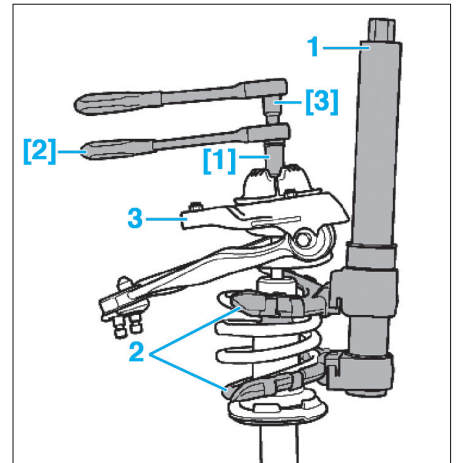

Fig. 10
- [1]. Outil de dépose de la coupelle supérieure de l'élément de suspension (réf Audi : T10001/3) (Fig.10),
- [2]. Outil de dépose de la coupelle supérieure de l'élément de suspension (réf Audi : T10001/11) (Fig.10)
- [3]. Outil de dépose de la coupelle supérieure de l'élément de suspension (réf Audi : T10001/7) (Fig.10).
- Compresseur de ressort universel (Fig.10).
- À l'aide d'un compresseur de ressort universel (1) muni de coupelles appropriées (2), comprimer le ressort jusqu'à ce que la coupelle supérieure (3) du ressort soit libre (Fig.10).